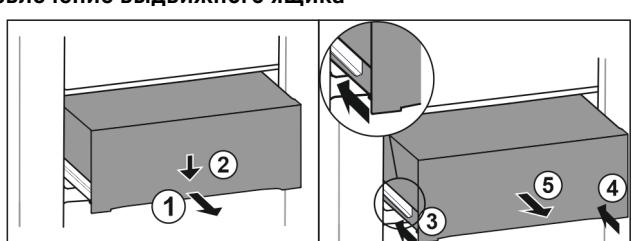

Fig. 105
- ▶ Вытяните выдвижной ящик наполовину. Fig. 105 (1)